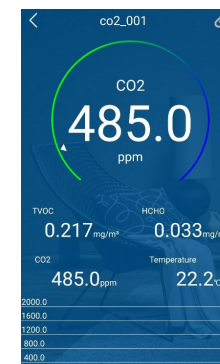

Figura 11. Pantalla de xanela Real Time do sensor de CO₂ e temperatura unha vez sincronizado.
Seleccionando a icona onde aparece o sensor, ábrese unha nova fiestra coa información en tempo real que o sensor recolecta, amosado na *Figura 11*. Para que os datos do sensor se transfiran á aplicación é necesario ter sempre o *Bluetooth* activado. Na parte inferior desta fiestra aparecen 3 lapelas. “Real time” é a que se amosa de forma predeterminada, facendo visible en datos numéricos a información recollida en tempo real polo sensor.
- Concentración de CO₂ inicial e final: Estes valores son apuntados directamente do valor de CO₂ que presenta a pantalla “Real Time” do sensor nos momentos de inicio e fin de medición (*Figura 11*).
- Temperatura interior media: A obtención desta variable realízase a partir do cálculo da media entre o valor inicial e final da temperatura que presenta a pantalla “Real Time” do sensor nos momentos de inicio e fin de medición (*Figura 11*).